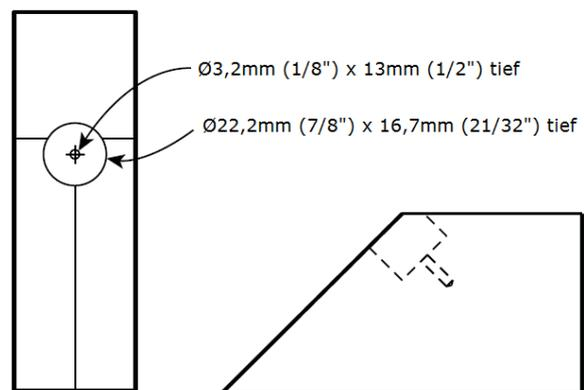

Abbildung 7: Bohrungen im Bett
- Bohren Sie an der 84mm-Markierung ein Loch mit einem Durchmesser von 22,2mm (7/8 inch) und einer Tiefe von 16,7mm (21/32 inch). Dieses Loch dient später zur Aufnahme des Einsatzes. Benutzen Sie einen 3,2mm (1/8 inch) Bohrer um in der Mitte des ersten Loches 13mm (1/2 inch) tief für die #10 x 3/4 inch (etwa 4,8mm x 19mm) Schraube vorzubohren (s. **Abbildung 7**).